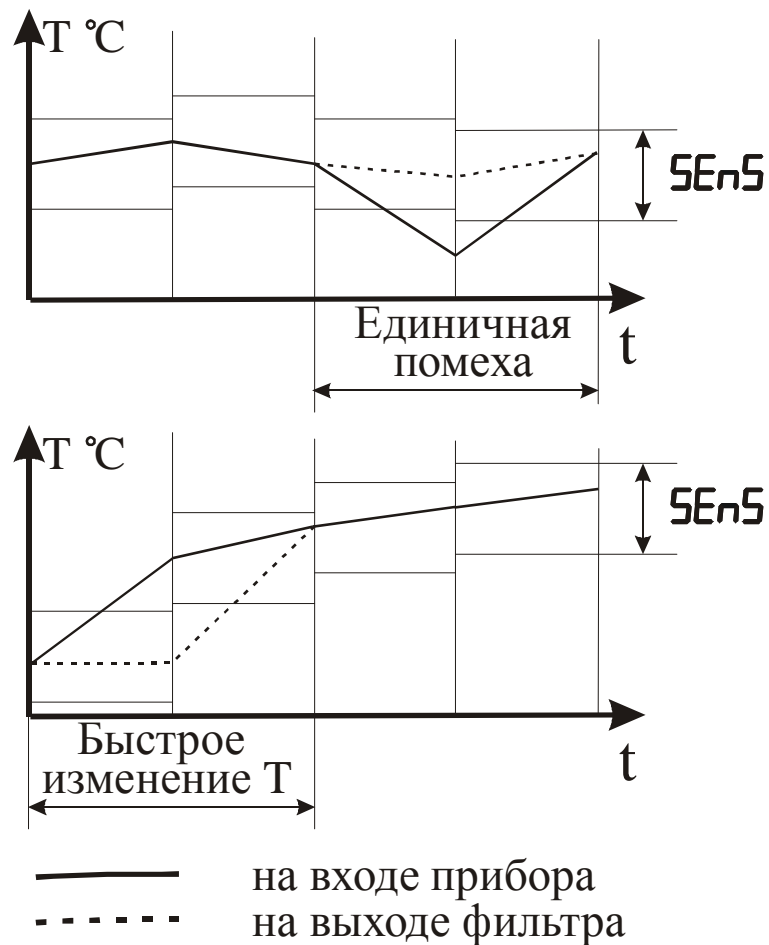

Рисунок 3.10 – Работа фильтра при воздействии случайной помехи и быстром изменении сигнала
3.3.3.7 С целью уменьшения влияния случайных импульсных помех на показания в прибор введена цифровая фильтрация. Работа фильтра описывается параметром "Полоса фильтра". Если текущее значение температуры отличается от результатов предыдущего измерения на значение, которое превышает указанное в параметре "Полоса фильтра", то проводится повторное измерение температуры, а на индикаторе остается старое значение (см. рисунок 3.10).